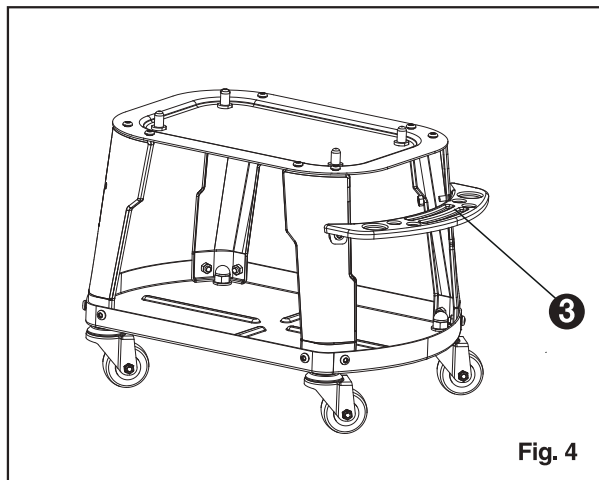

Fig. 4
Coloque el estante para herramientas ③ en el lado del soporte como se muestra en la Fig.4, y apriete el tornillo de cabeza hexagonal ④, la contratuerca M6 ⑤ en ambos extremos que pasan a través de los orificios.